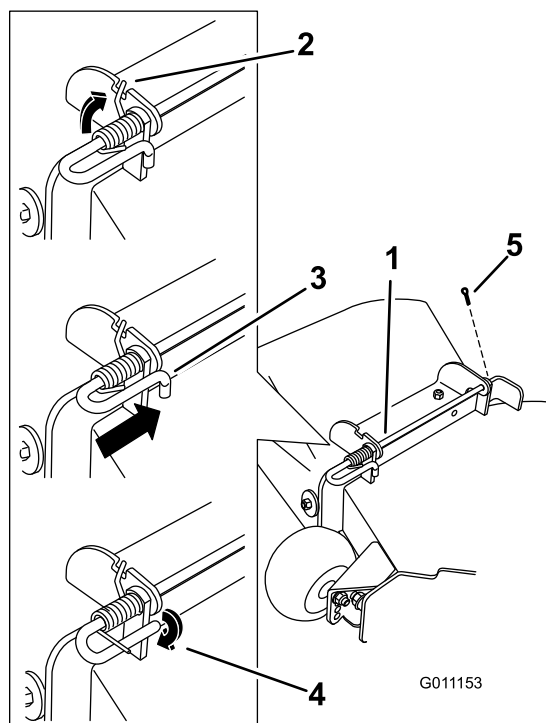

Figura 74
5. Sollevate l'estremità lunga della molla e inseritela nella tacca presente sulla staffa del gruppo deflettore (Figura 74).
6. Fissate il gruppo costituito dall'asta e dalla molla ruotandolo in modo tale da collocare l'estremità corta dell'asta dietro la staffa anteriore saldata al piatto di taglio (Figura 74).
7. Montate la coppiglia (Figura 74).